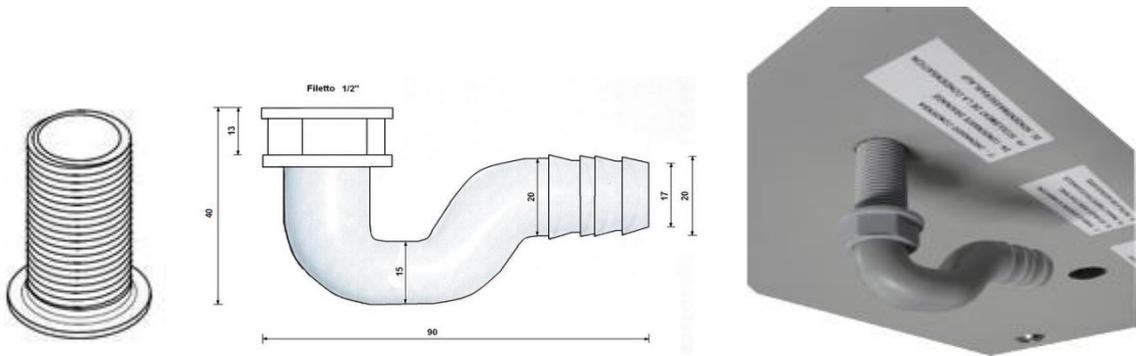
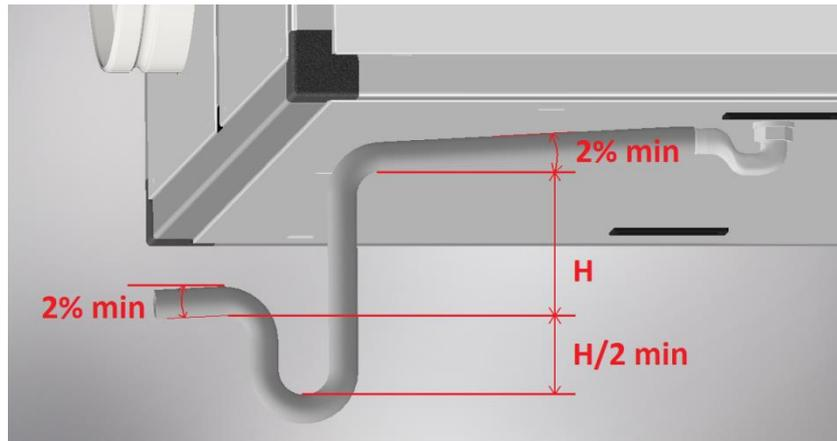

Figura 2 - Immagine del kit di scarico condensa e foto del montaggio sull'unità (è possibile tagliare il tubetto filettato a misura in modo che sporga meno)
Figura 3 - Altezza del sifone di scarico condensa ($H + H/2 + \varnothing_{\text{tubo}}$), valore H riportato nella tabella Specifiche tecniche a pag. 14
- Installare un adeguato sifone di scarico condensa il più vicino possibile all'unità: per alcune unità, in dotazione è fornito un piccolo sifone (vedi Figura 2), il quale ha più una funzione di raccordo che di sifone vero e proprio. Infatti per evitare il risucchio d'aria e quindi il corretto scarico della condensa, è necessario installare/realizzare un sifone con altezza minima come indicato in Figura 3 e nella tabella Specifiche tecniche a pag. 14; l'altezza (H) minima è calcolata tenendo conto delle condizioni di lavoro standard dell'unità, mentre l'altezza ottimale considera la prevalenza totale del ventilatore (quindi permette un corretto scarico condensa in qualsiasi condizione).